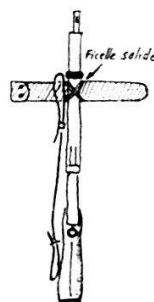

FIG. 1.
A. Fixer solidement, en croix, le sachet de tente et le mousqueton à l'aide d'une ficelle solide et mince (fig. 1 et 2).